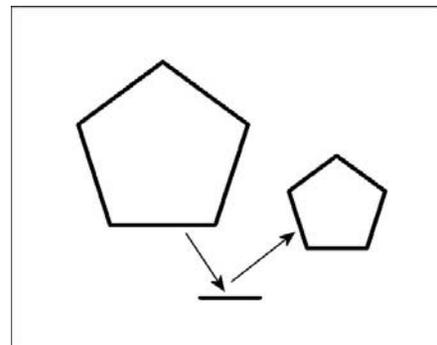

Fig.6.5
**Référence** (Reference) : permet de définir l'échelle des objets sélectionnés en fonction d'une longueur de référence et d'une nouvelle longueur définie (fig.6.5).